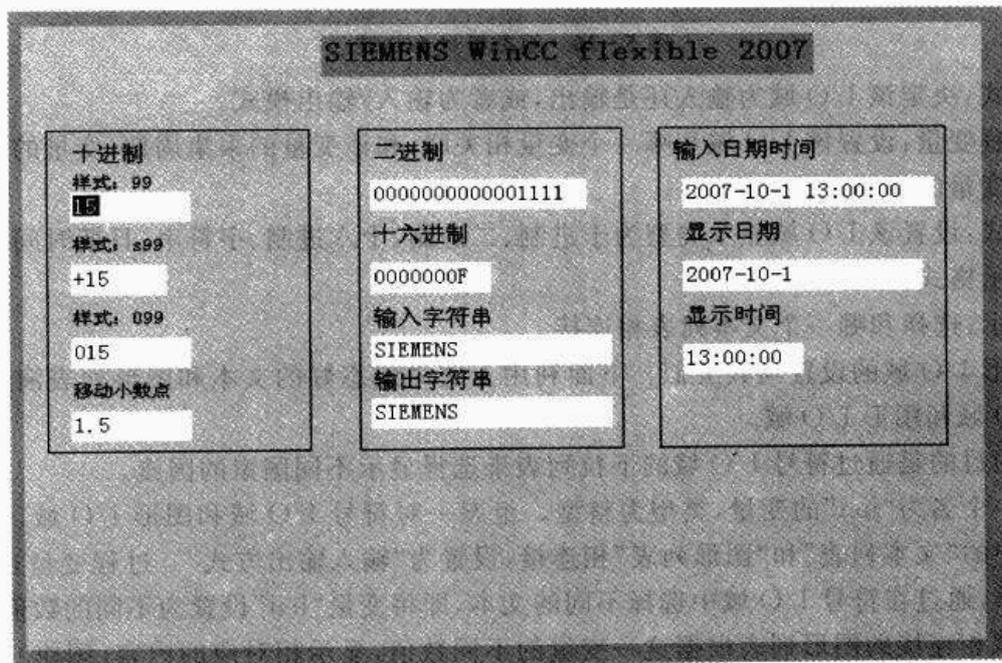

图 5-25 组态 I/O 域
③ 格式: 设置该 I/O 域显示类型为十进制、二进制、十六进制、字符串或日期时间。并设置显示格式样式。格式样式中有三种类型: 单数字 9, S 加单数字 9, 0 加单数字 9。单数字 9 表示数位个数, 如 99 表示显示十位数, 显示范围 0~99, 而 999 则显示百位数, 显示范围 0~999。S 加单数字 9, 表示有符号正数, 在数位前加“+”号。0 加单数字 9, 表示在显示数值前加前导零。“移动小数位”表示一个伪小数位, 如设置一位移动小数点, 则 999 显示为 99.9。设置的 I/O 域如图 5-25 所示。
在图 5-25 所示的程序中组态了一些 I/O 域, 其中名称为“样式 99”、“输入字符串”、“输入日期时间”的 I/O 域为输入域, 其他均为输出域。当输入一个整数 15, 可以看到对应 15 的